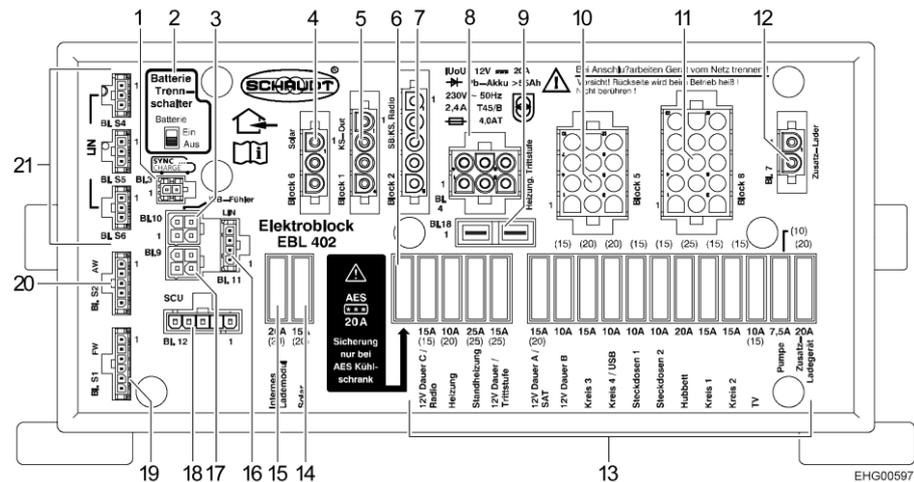

Fig. 145 Centralina elettrica (EBL 402)
- Portare l'interruttore staccabatteria (Fig. 145,2) sulla centralina elettrica EBL 402 in posizione "Aus" (spento).
- Portare l'interruttore staccabatteria (Fig. 145,2) sulla centralina elettrica EBL 402 in posizione "Ein" (acceso).